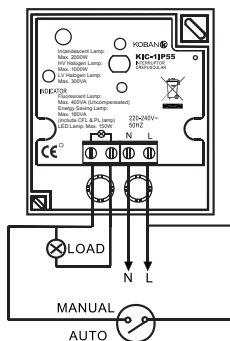

FIG.4
- Ligue o cabo segundo o diagrama de conexão da FIG.4. (Assegure-se que as conexões estão corretas.)